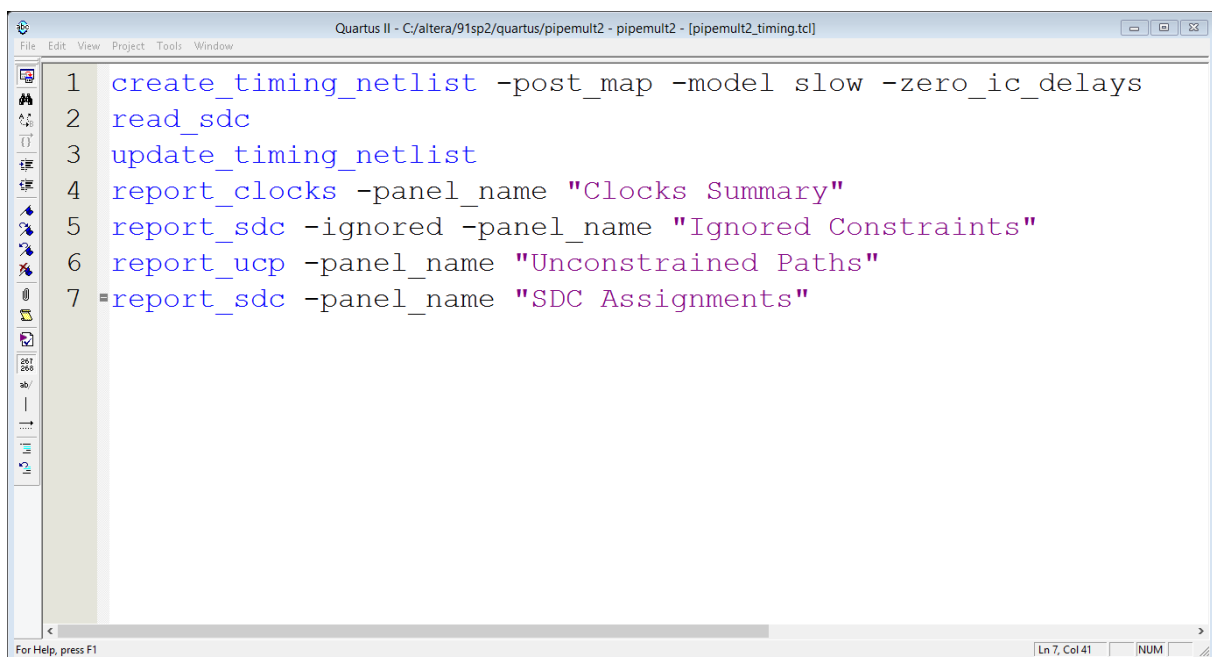

Рисунок 71. Створення файлу для автоматичного оновлення зв'язків проекту
7.3. Видаліть існуючий список зв'язків проекту. Створіть список зв'язків проекту на основі **post-map** списку. Зчитайте файл **SDC**. Оновіть список зв'язків проекту для часового аналізу. Створіть звіт про призначення для тактової частоти. Створіть звіт про сигнали без призначень. Створіть звіт про проігнорованих призначення. Створіть звіт про внесені **SDC** призначення. Збережіть файл (рис. 71).